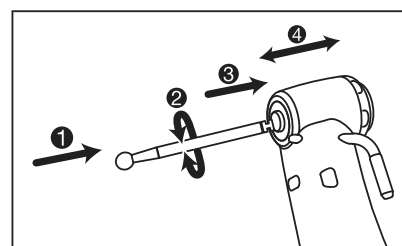

Рис. 1
- 1) Вставьте бор/сверло в головку (Рис.1 ① )
- 2) Слегка поверните бор/сверло, чтобы он до конца установился в цанге. (Рис.1 ② )
- 3) Надавите на бор в направлении ③ до характерного щелчка цанги, означающего правильную установку бора. (Рис.1 ③ )
После установки бора/сверла в зажим, слегка потяните за него, чтобы убедиться в надежности фиксации (Рис. 1 ④ )